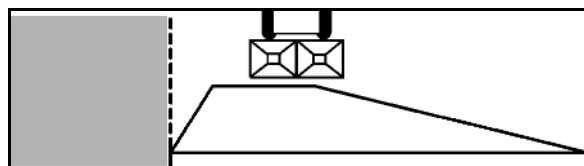
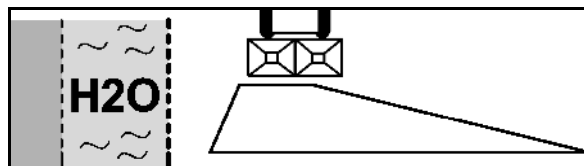

Рис. 61
Рис. 62
1. Отвинтите барашковый винт (Рис. 61/2) и отцепите щиток.
4. Закрепите дополнительный щиток (Рис. 61/1) при помощи зажимного листа (Рис. 62/1) и перевозите в нерабочем положении (Рис. 62).